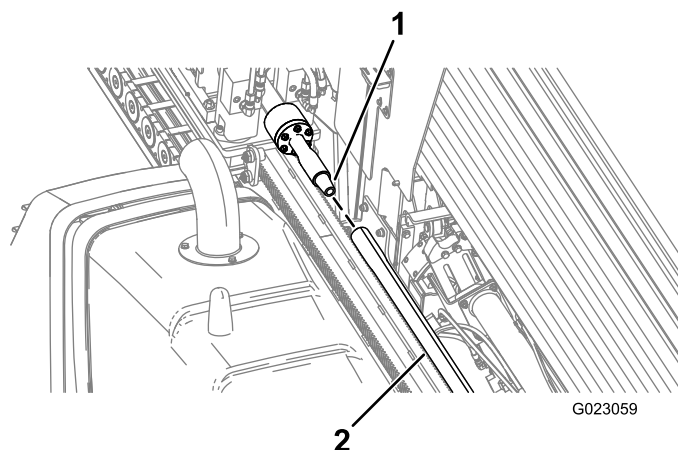

Рисунок 50
6. Поверните буровой шпиндель по часовой стрелке и медленно переместите каретку вперед, чтобы вставить шпиндель в конец трубы с внутренней резьбой (Рисунок 50).
вставить шпindel в конец трубы с внутренней резьбой (Рисунок 50).